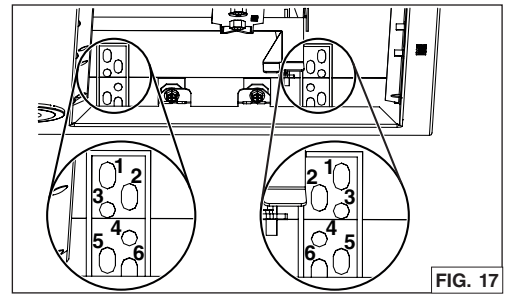

FIG. 17
3. Lever la hotte jusqu'à ce que son rebord s'appuie sur la base de l'armoire. Fixer la hotte à l'armoire à l'aide de 4 vis à bois n° 8 x 5/8 po incluses dans le sac de pièces (2 vis par côté). Utiliser les trous supérieurs ou inférieurs (1, 2, 3, 4, 5 ou 6) (FIG. 17).